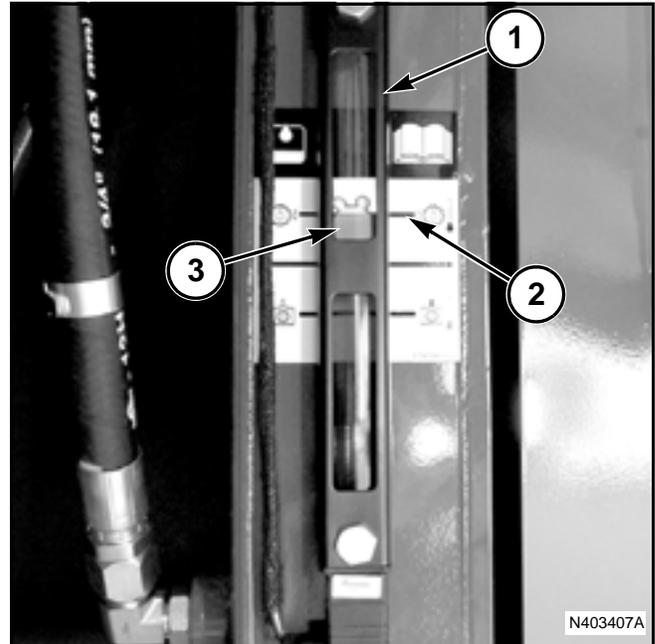

FIG. 38
FIG. 38: El nivel de aceite hidráulico debe estar dentro de la gama correcta indicada en la mirilla (1). NO llene el depósito hidráulico por encima de la marca superior (2) en la mirilla.